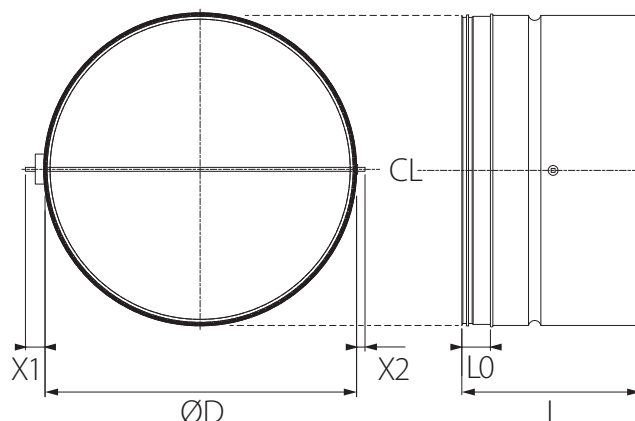

Bild 1. Mått, VarioDuct.
- Vid montage måste aktuell luftflödesriktning beaktas. Produkten installeras med membranet i vågrätt läge med spjälldel före textildel i luftflödets riktning. Enhetens ställning skall då vara positionerad i sidan av den cirkulära kanalprofilen (kl 03 el 09), se bild 1.
Bild 1. Positionsanvisningar för montage (även riktade flödesmodeller och upphängningspunkter) från FabricAir® utgår alltid ifrån klockangivelser i cirkulär kanal i luftflödets riktning (pil).